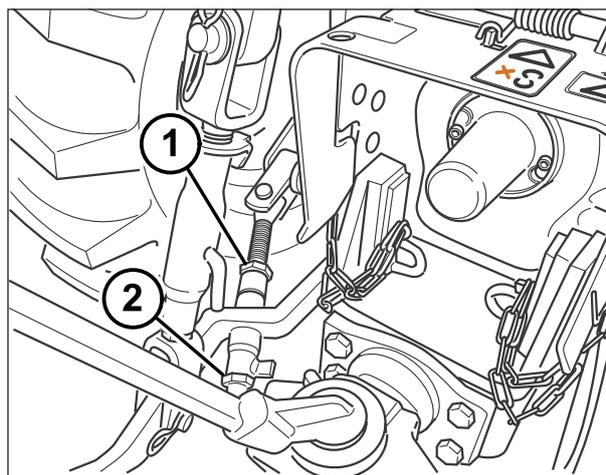

Fig. 74b
Versiones Articulado (Fig. 74b):
- Operar con el ajuste (1 Fig. 74b) para regular la apertura máxima de los brazos.
- Operar con el ajuste (2 Fig. 74b) para regular el cierre de los brazos en función del implemento.